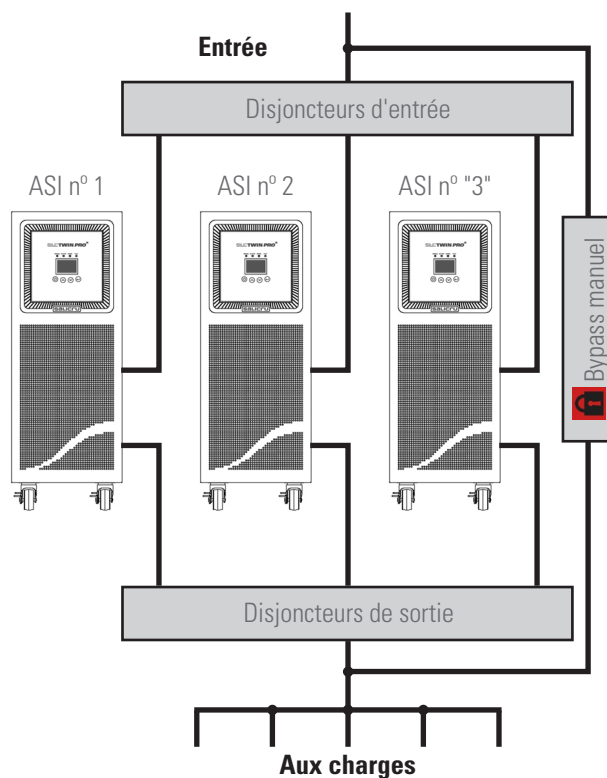

Fig. 23. Installation en parallèle d'un tableau de distribution avec bypass manuel.
- Il faut doter l'installation du système en parallèle d'un tableau pourvu des protections individuelles d'entrée et sortie, en outre d'un bypass manuel à blocage mécanique, voir Fig. 23. Pour plus d'information voir dans la section 5.1.5.4. les descriptions concernant le tableau de bypass manuel, ainsi que les indications relatives à l'"Installation recommandée".
- Dans la Fig. 23 est représenté la conception d'un tableau de distribution avec bypass manuel pour un système en parallèle, représentatif pour un seul équipement en adaptant le nombre d'interrupteurs.